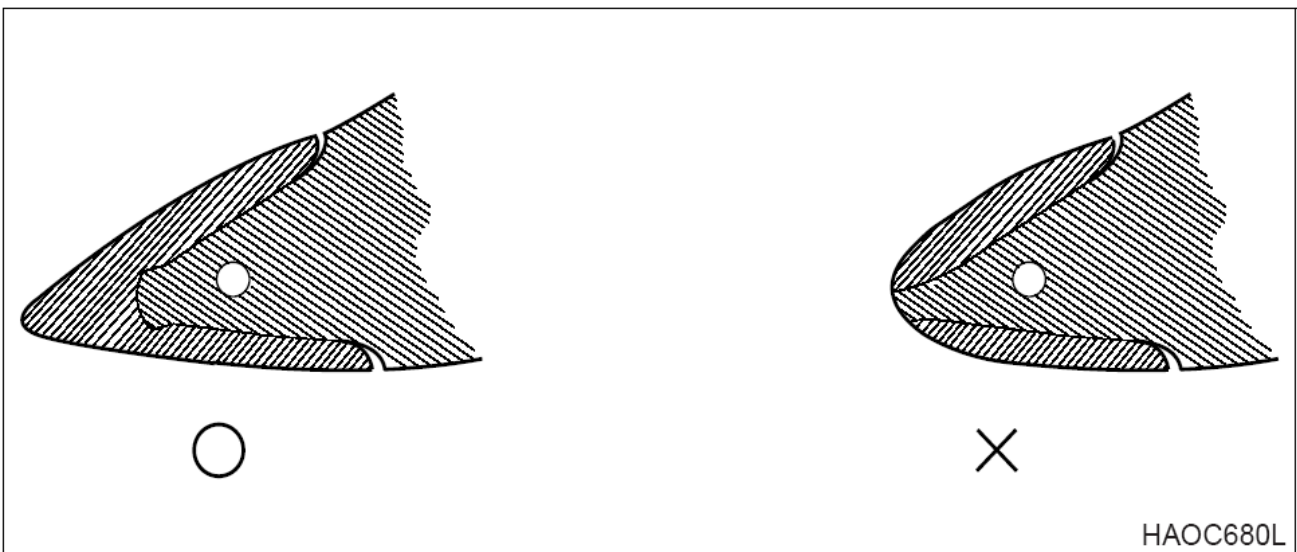

Рис. 93
1. Следует регулярно проверять зубья ковша, чтобы убедиться в отсутствии значительного износа или повреждений. Не следует допускать, чтобы сменные зубья ковша стирались до такой степени, чтобы открывались адаптеры. См. рис. 93.